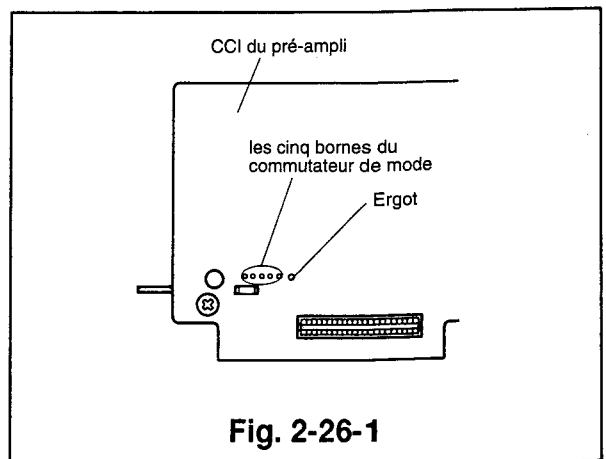
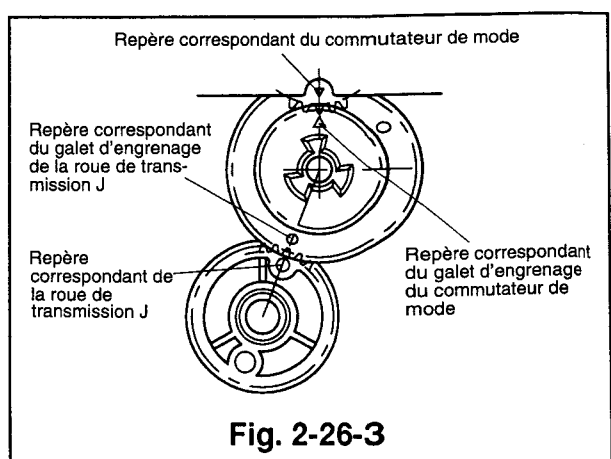

Fig. 2-26-1
Fig. 2-26-3
- 2) Dessouder les cinq bornes soudées qui relient la CCI du préamplificateur au commutateur de mode. (Se référer à la Fig. 2-26-1).
- 1) Insérer les cinq broches et l'ergot du commutateur de mode illustrés dans la Fig. 2-26-1 dans les trous correspondants de la CCI du préamplificateur. Placer le commutateur de mode sur le plateau principal de manière à ce que le repère correspondant du galet de l'engrenage s'aligne avec celui du commutateur de mode, et fixer ce dernier comme illustré dans la Fig. 2-26-3. (Veiller en outre à ce que le repère de la roue de transmission soit aligné avec celui du galet de l'engrenage.)